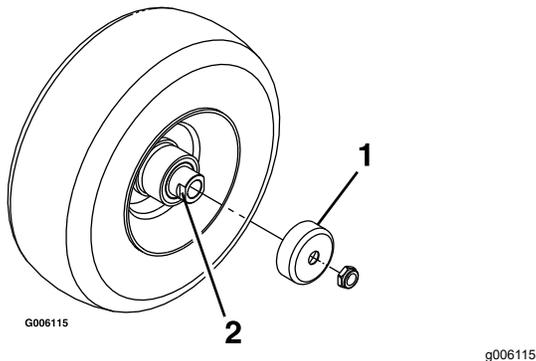

Figura 47
4. Remova os resguardos do vedante do cubo da roda (Figura 47).